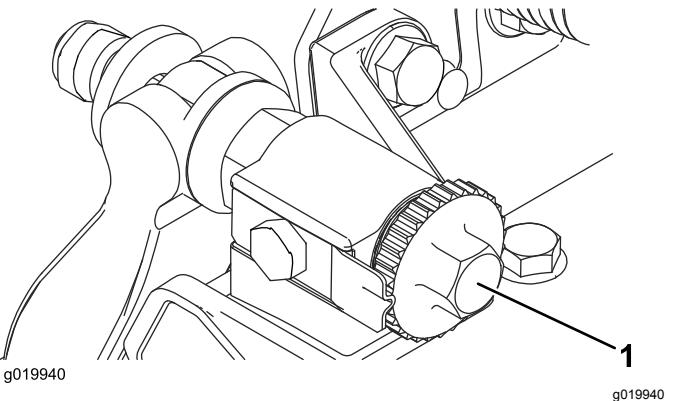

Figura 8
- Rode os parafusos de ajuste da barra de apoio no sentido contrário ao dos ponteiros do relógio para assegurar que a barra de apoio não entra em contacto com o cilindro (Figura 8).